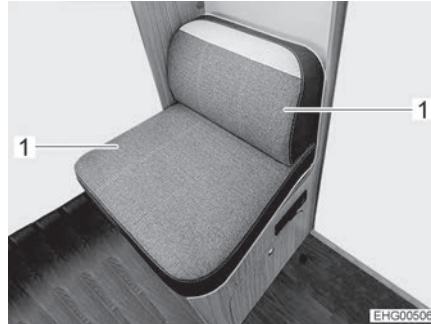

Bild 18 Sittbänk
- Ta av två dynor (Bild 18,1).